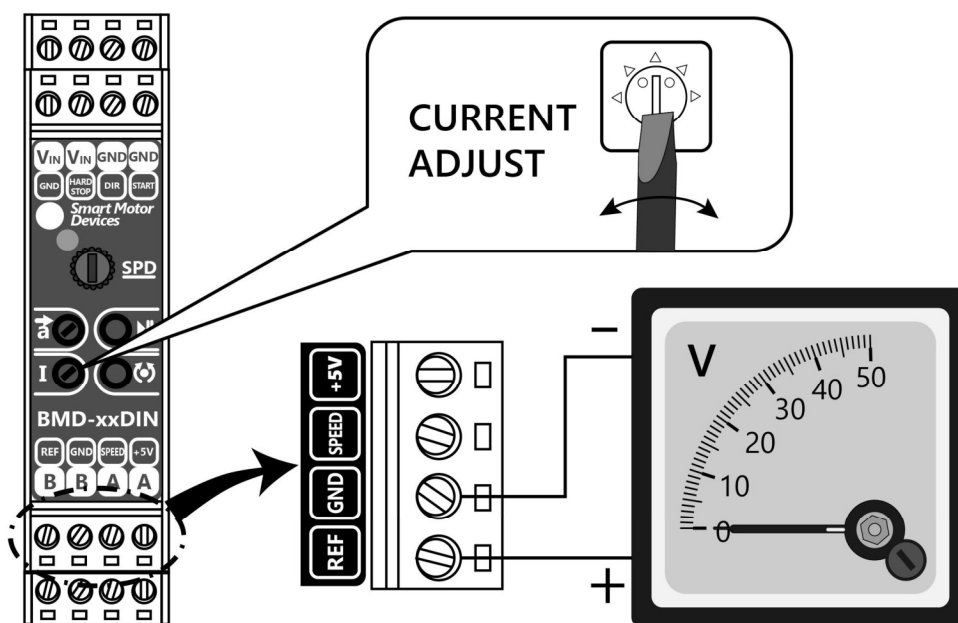

Рис. 4. Подключение вольтметра для установки максимального тока двигателя.
6. Потенциометром «CURRENT ADJUST» установите значение максимально потребляемого двигателем тока по вольтметру, подключенному к клеммам «GND» и «Vref» в соответствии с рис. 4. Установка тока двигателя Ilim осуществляется согласно соотношению: